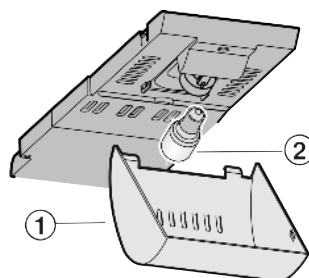

Fig. 12
- ▶ Saisir le recouvrement *Fig. 12 (1)* devant et le faire décliper derrière.
- ▶ Remplacer l'ampoule *Fig. 12 (2)*.
- ▶ Remettre en place le recouvrement *Fig. 12 (1)*.